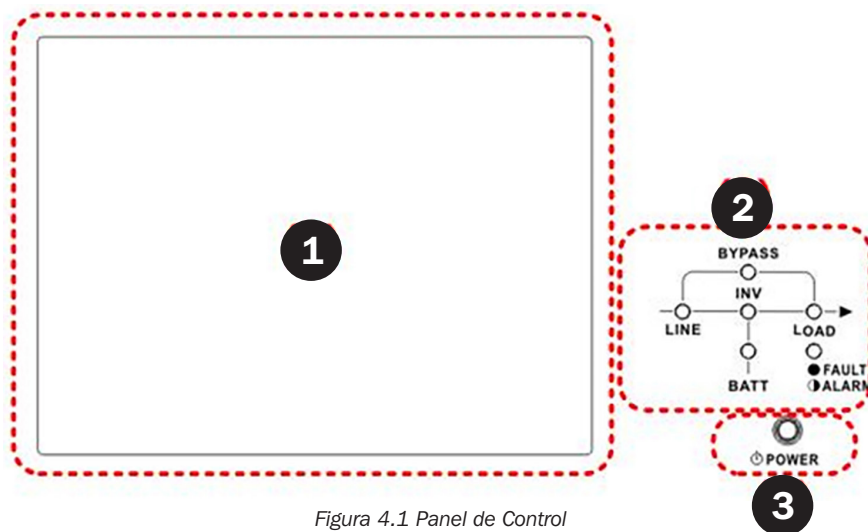

Figura 4.1 Panel de Control
El panel de control y la pantalla de visualización se encuentran en el panel frontal del UPS. Esta interfaz controla todos los parámetros medidos, estado del UPS, estado de la batería y alarmas. La interfaz de control está dividida en cuatro secciones: (1) panel LCD, (2) indicadores LED, (3) Botón de Encendido y (4) Alarma Acústica. Refiérase a la Figura 4.1.